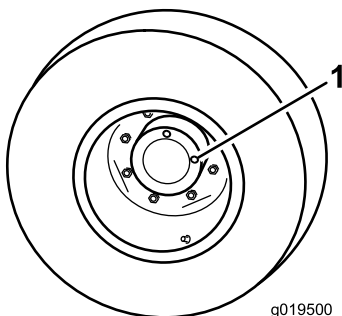

Figura 61
1. Con la macchina parcheggiata su terreno pianeggiante, posizionate la ruota in modo che un tappo di controllo si trovi a ore 12 e l'altro a ore 3 (Figura 61).
1. Tappo di controllo/spurgo (2)
2. Rimuovete il tappo a ore 3 (Figura 61).